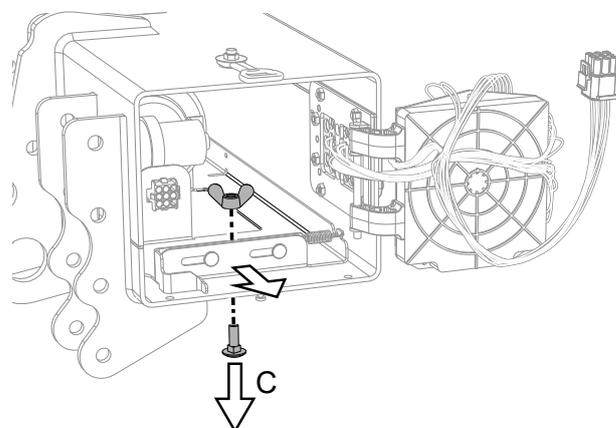
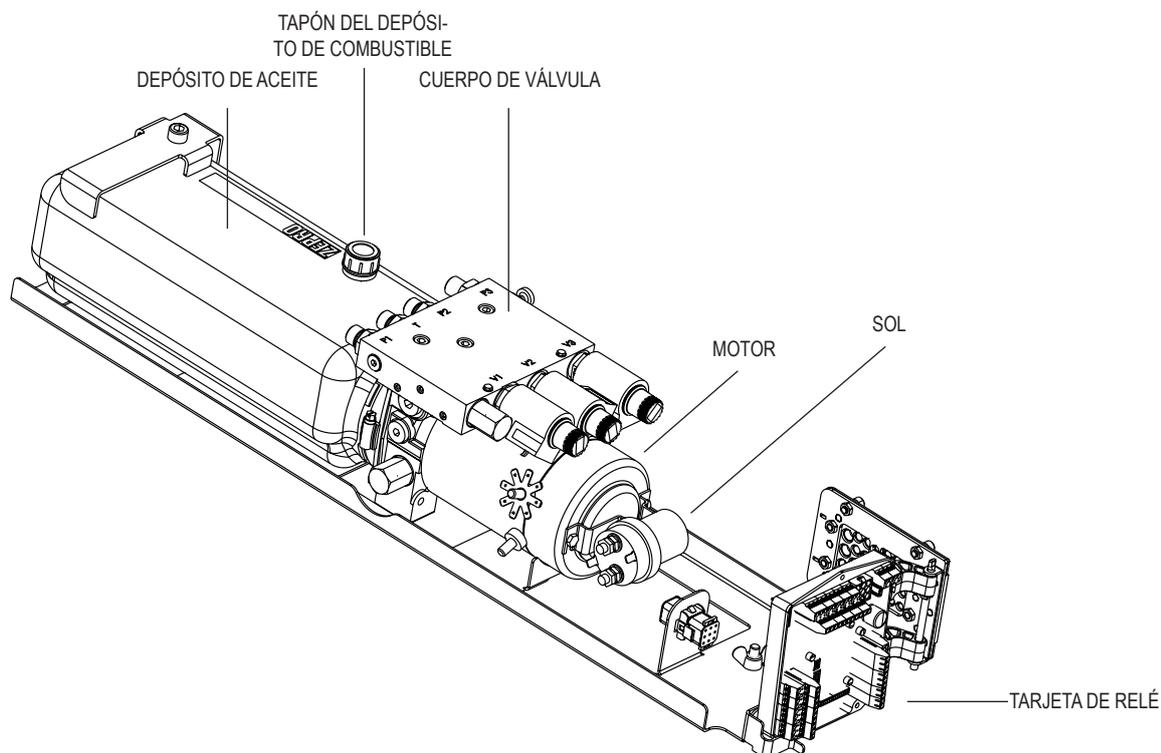

Figura 20. Liberación del grupo hidráulico
Figura 22. Grupo hidráulico y tarjeta de relé
4. Liberar el grupo hidráulico, para ello aflojar la tuerca de mariposa y el tornillo correspondiente (C), véase Figura 20 y retirar el grupo hidráulico hasta que la tapa del depósito sea accesible, véase Figura 22.